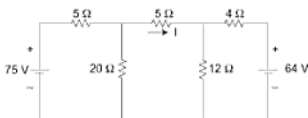

Fig. A1-5
- (d) For the circuit of Fig. A1-5, find I using Superposition Theorem.